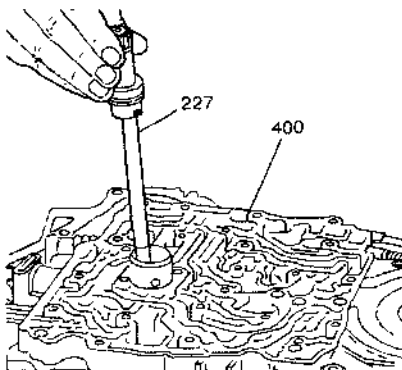

图 4.43 机油泵拆卸 4
- ⑦ 拆卸油泵驱动轴。由壳体盖 (400) 拆卸机油泵驱动轴总成 (227), 如图 4.43 所示。